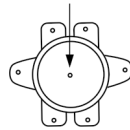

Рис. 14
- для горизонтальных водонагревателей серии FSM6/FSM4: нажать до щелчка кнопку, расположенную по центру термовыключателя, который находится рядом с ТЭНом (имеет круглую форму), рис.14;